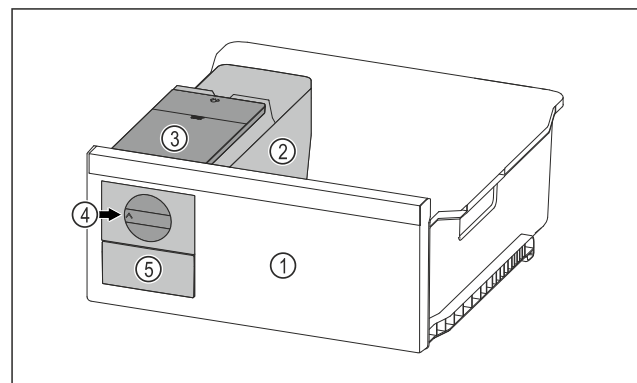

Fig. 108 Voorbeeld
- ▶ Draaiknop Fig. 108 (4) rechtsom tot aan de aanslag draaien.
- ▷ Ijsblokjes vallen uit de ijsblokjeschaal in de ijsblokjeslade Fig. 108 (5).